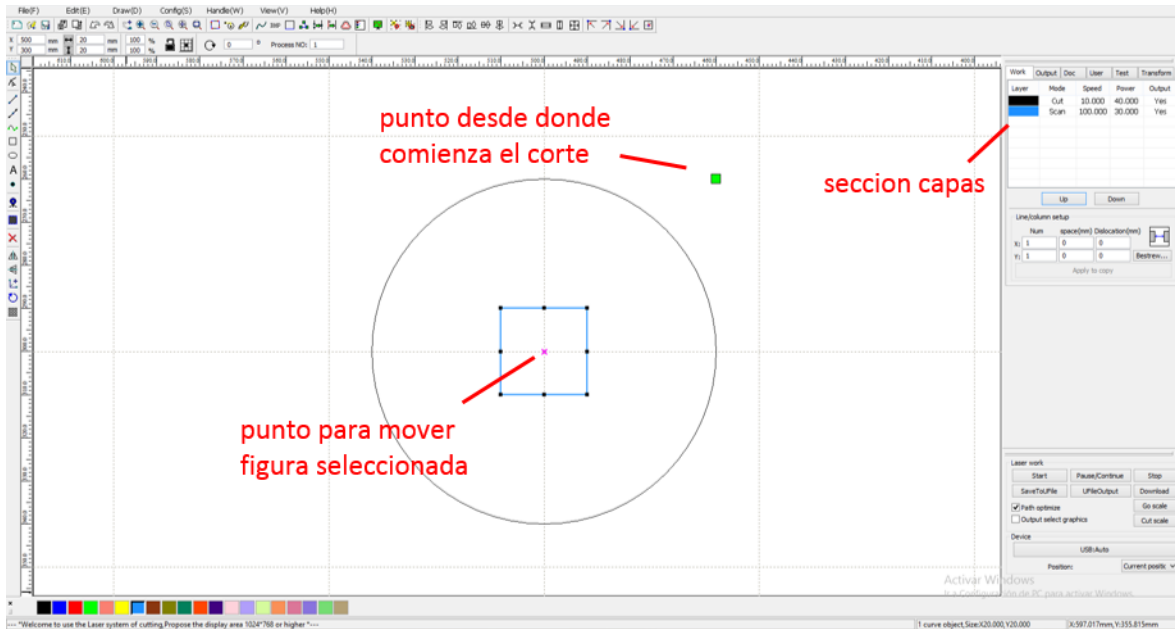
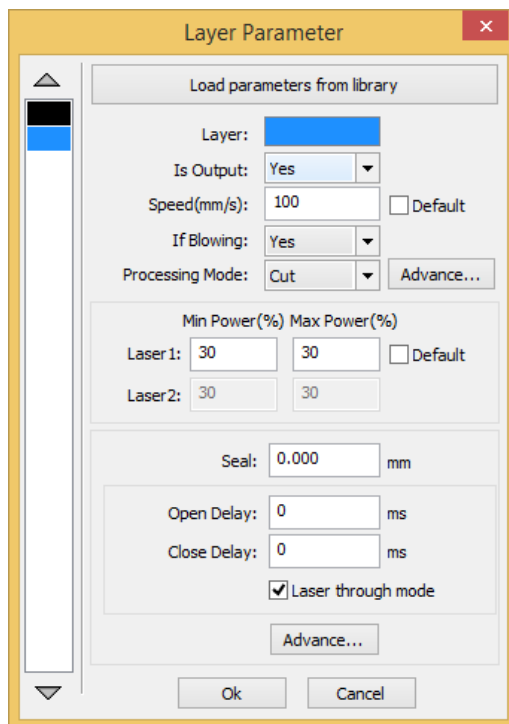

Figura 3 Descripción programa Laserworks utilizado para planificar fabricación
Figura 4 Pestaña del programa Laserwork para especificar parámetros de corte
- 3) Una vez seleccionado el archivo se debe ajustar el modelo en la mesa de impresión. En la Figura 3 Se presenta el modelo cargado en el programa Laserwork donde se puede visualizar una X fuxia en el centro del modelo y un punto verde en la esquina superior derecha del modelo. Si mantengo apretado el cursor sobre la X es posible desplazar el modelo a lo largo de la mesa de manufactura. El punto verde es desde donde se comenzara a manufactura la pieza.
4) Finalmente se deben especificar las operaciones que se harán sobre el modelo. Para esto se debe seleccionar la o las líneas que tendrán la misma operación y agregar a una capa de un color específico (ver Figura 3). Al hacer doble click sobre una de las capas, se despliega una ventana como la que se presenta en la Figura 4. En la sección “Processing Mode” existen tres modalidades: Scan, Cut y Dot . La modalidad Scan permite hacer un grabado de letras o figuras sobre el material. Al seleccionar Cut se corta el contorno seleccionado mientras que al elegir Dot se hace una línea segmentada sobre el contorno seleccionado. En la sección 6.3 se especifican los valores de potencia y velocidad para rellenar los recuadros de “Power” y “Speed” (potencia y velocidad, respectivamente) considerando el espesor del material.